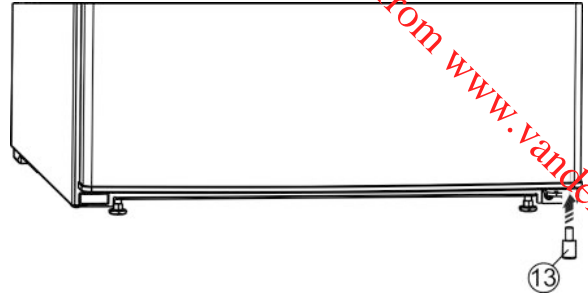

Fig. 7
- ▶ Replacer la butée Fig. 7 (13) en bas à droite sur la porte car elle joue un rôle important pour la stabilité de l'appareil.